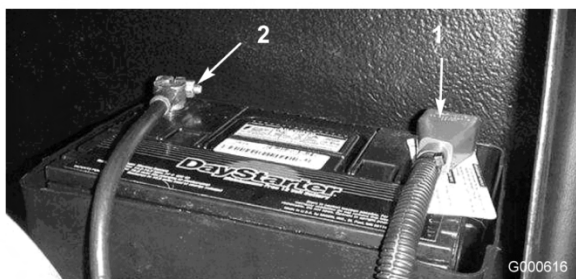

Figura 40
5. Collegate il cavo positivo (rosso) al terminale positivo (+) e il cavo negativo (nero) al terminale negativo (–) della batteria (Figura 40). Fissate i cavi ai poli con viti a testa cilindrica e dadi. Verificate che il terminale positivo (+) sia completamente sul polo, e che il cavo sia posizionato in modo aderente alla batteria. Il cavo non deve toccare il coperchio della batteria. Fate scorrere la guaina di gomma sul morsetto positivo per evitare un cortocircuito.